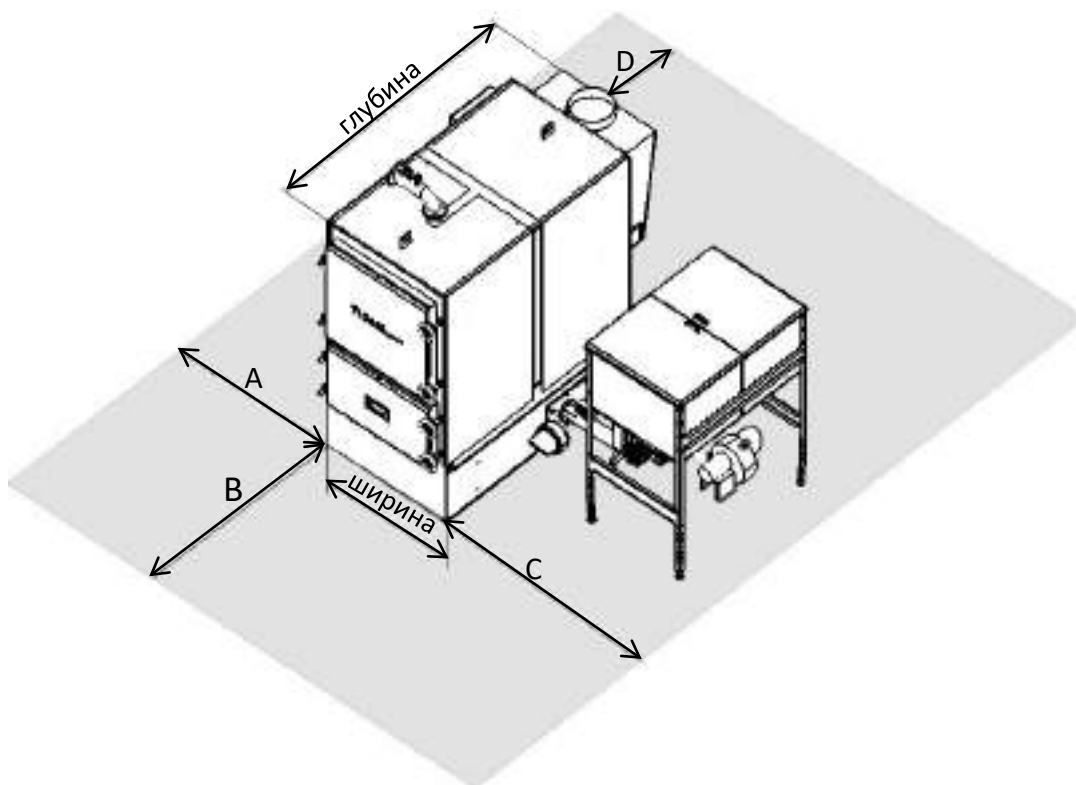

Рис. 22
2.6.1.4 При установке котла в котельной необходимо соблюдать требования выдерживания свободных расстояний до ближайших препятствий (рис. 22). В указанных размерах свободных расстояний не должно находиться никаких предметов, ни трубопроводов, ни других элементов котельной. Указанные технологические проходы должны быть свободны для доступа в любое время и ничем не загромождены.
Обозначение на рис. 22	Требуемое значение размера.